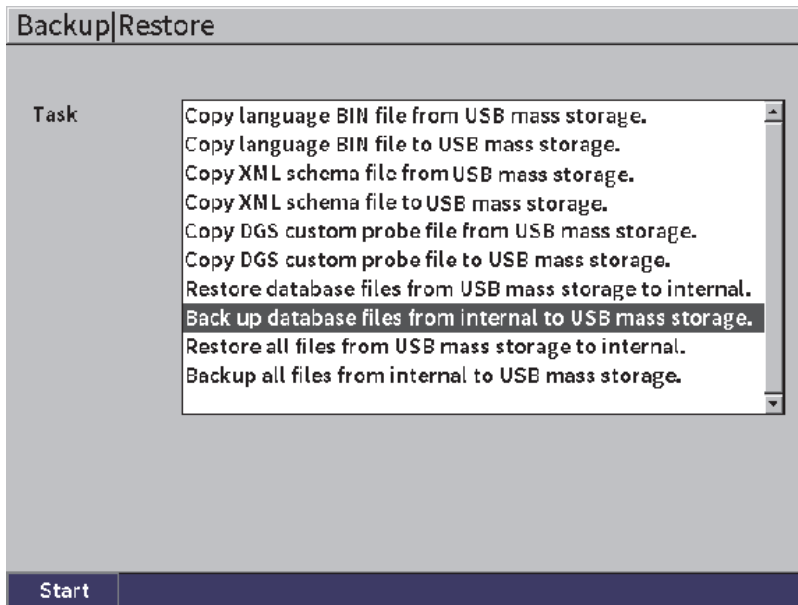

Рис. 9-24 Страница настройки Копировать | Восстановить
1. Откройте страницу настройки **Коп|Восст** (см. Рис. 9-24 на стр 152).